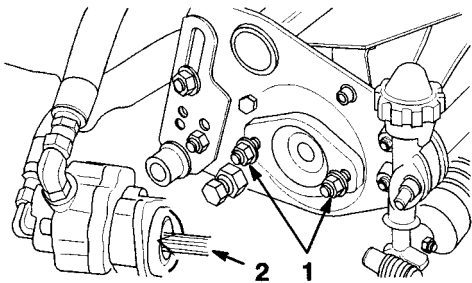

図 6
ネジ山を 13 mm 程度突き出させておく（図 6）。
4. カuttingユニットのカバーを取る。リールモータのシャフトのスプライン部にグリスを塗布し、モータを時計方向にひねってスタッドを一回かわし、逆にひねってモータのフランジをスタッドに結合させる（図 6）。